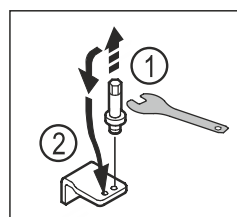

Fig. 17
- Bolzen des unteren Lagerbocks mit Außensechskantschlüssel SW5 herausdrehen. Fig. 17 (1)
- ▶ Bolzen auf der Gegenseite einsetzen. *Fig. 17 (2)*